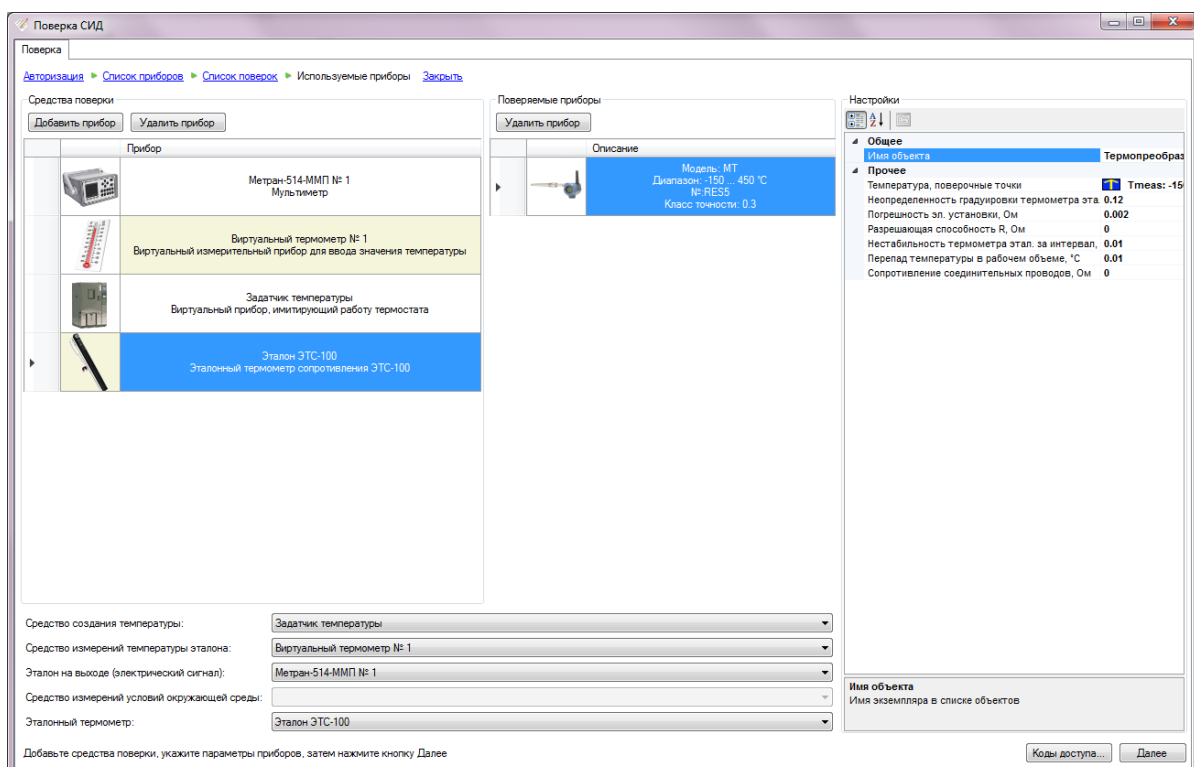

Рисунок 4.59 – Параметры поверяемого ТС
В качестве примера в процессе поверки ТС могут быть выбраны следующие средства поверки: Задатчик температуры – виртуальный прибор, имитирующий работу термостата (средство задания температуры); Мультиметр Метран 514-ММП (средство измерений температуры / эталон на выходе); Виртуальный термометр (средство измерений температуры – для ручного ввода показаний температуры эталонного (образцового) термометра); Эталон ЭТС-100 (эталонный термометр сопротивления) (см. Рисунок 4.59).
При использовании виртуального термометра для ручного ввода показаний температуры образцового термометра (см. Рисунок 4.59) можно отредактировать максимально возможное для ввода значение температуры, относительную погрешность, формат описания прибора.
- ГОСТ 8.461-2009 ГСИ (см. Рисунок 4.59):